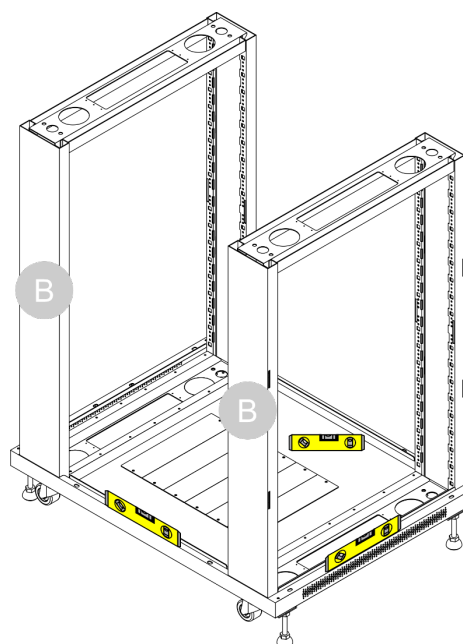

Fig. 26
- 10) Assicurarsi che l'armadio sia completamente livellato in tutte le direzioni, come indicato nella Fig. 26. Se necessario, regolare i **piedi regolabili (J)**. Vedere il punto 08.